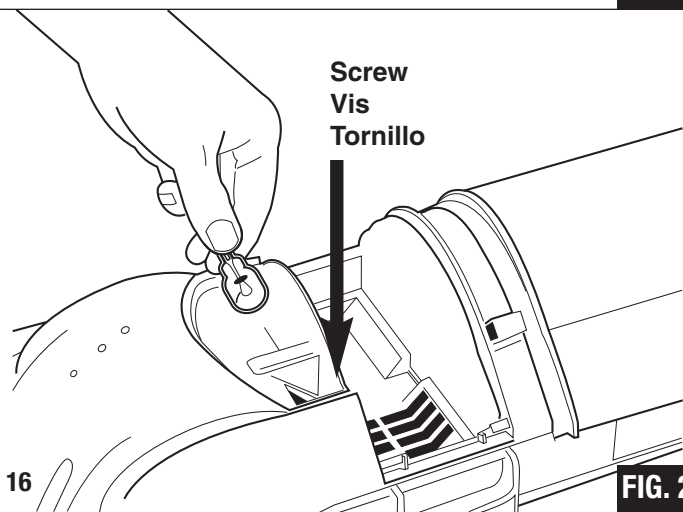

FIG. 29
- Step 3:** Remove screw from lens cover (FIG. 29).
Étape 3 : Enlever la vis du couvercle de la lampe (FIG. 29).
Paso 3: Quite el tornillo de la tapa de cristal (FIG. 29).